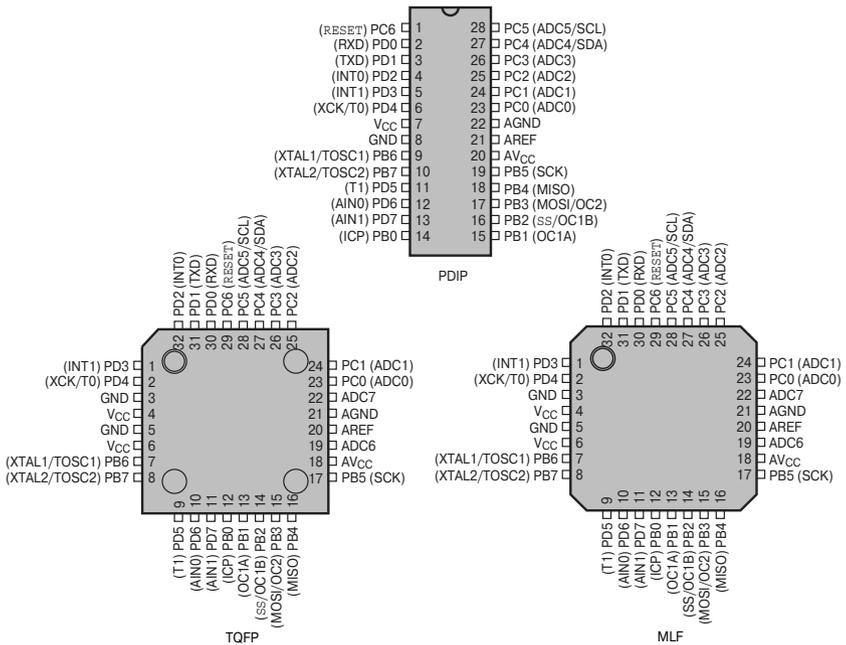

Рис. 2.1. Расположение выводов (вид сверху) модели ATmega8(L)
- ATmega8, ATmega8L (**Рис. 2.1**) имеют FLASH-память программ объемом 8 Кбайт, ОЗУ объемом 1 Кбайт и EEPROM-память данных объемом 512 байт. Максимальное количество контактов ввода/вывода равно 23;